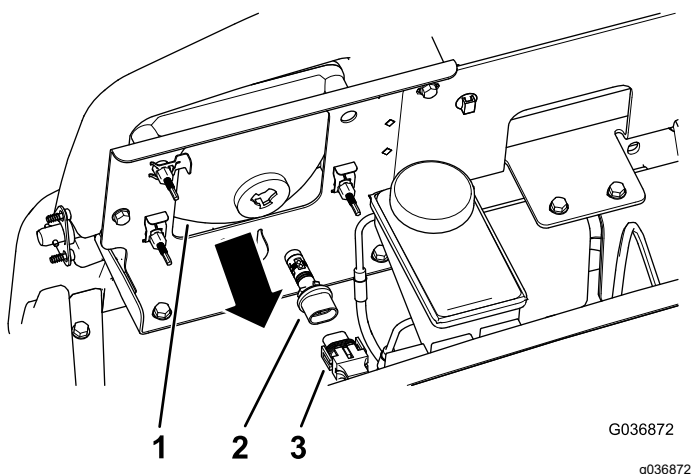

Figura 51
- Desligue o conector el trico para a cablagem do conector do conjunto da lâmpada, na parte de tr s do compartimento do farol (**Figura 51**).
- Rode o conjunto da lâmpada 1/4 de volta para a esquerda e mov -o para tr s, para fora do compartimento do farol (**Figura 51**).
- Insira o novo conjunto da lâmpada e alinhe as linguetas no conjunto da lâmpada com as ranhuras no compartimento do farol (**Figura 51**).
- Fixe o conjunto da lâmpada rodando-o 1/4 de volta para a direita (**Figura 51**).
- Ligue o conector el trico para a cablagem ao conector do novo conjunto da lâmpada (**Figura 51**).